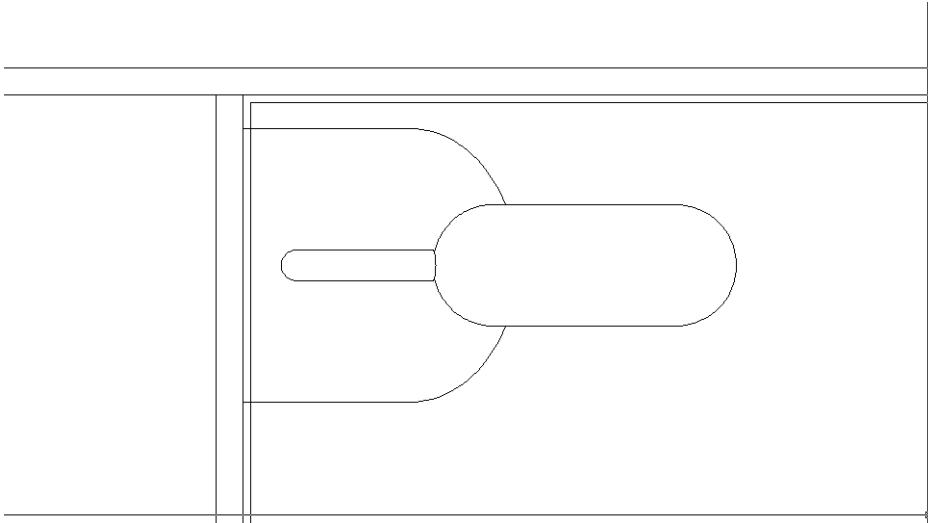

Рис. 5.58 ▼ Чертеж лампы завершен
20. Для завершения формирования чертежа лампы обрежьте левую половину эллипса по линии его большой оси, а затем удалите эту линию. Кроме того, используя в качестве секущих горизонтальные линии плафона, обрежьте оставшуюся часть эллипса, как показано на рис. 5.58.
Примечание. Внимательно присмотревшись к рис. 5.58, вы заметите, что в месте соединения контуров плафонодержателя и плафона линия не прямая, а слегка